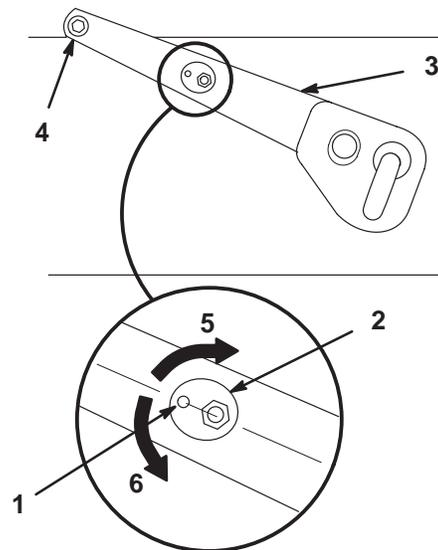

Bild 19
1. Prüfen Sie, dass die Anzeigen beider Einstellnocken zum Drehpunkt hinten am Traktor zeigen (Bild 19).